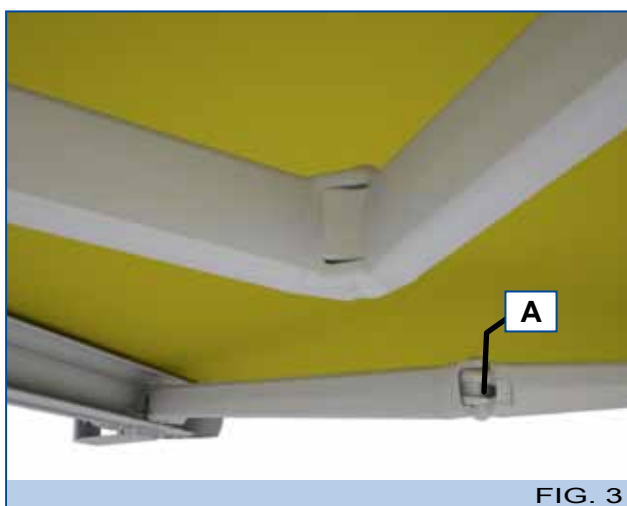
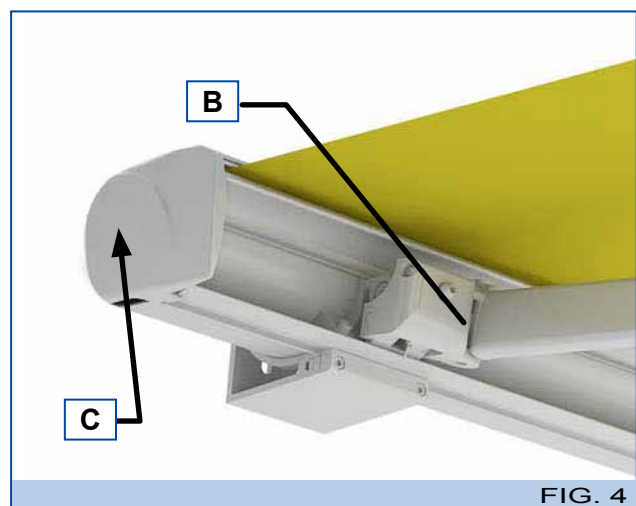

FIG. 3
FIG. 4
- Wenn die Arme über Kette, Gelenk (A - Abb. 3) und Stütze (B - Abb. 4) verfügen, diese schmieren.
- Die Kappe auf der gegenüberliegenden Seite der Steuerung (Motor oder Getriebeöse-Handkurbel) (C - Abb. 4) schmieren.